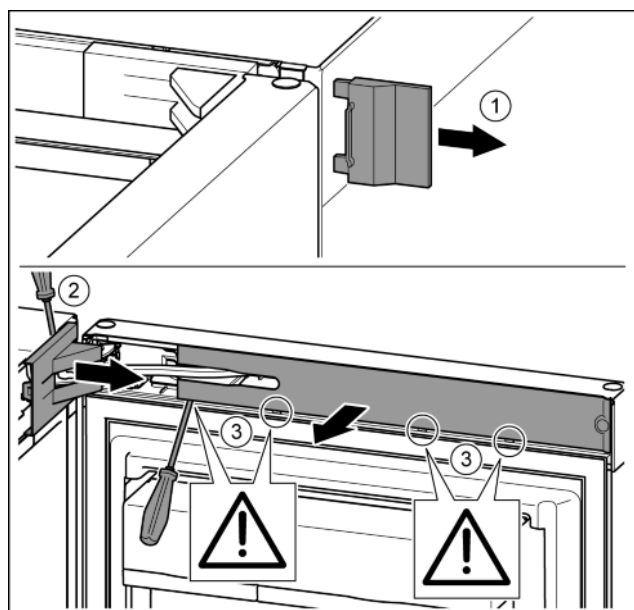

Fig. 11
- ▶ Zdjąć zewnętrzną osłonę. Fig. 11 (1)
- ▶ Przy pomocy śrubokręta wyczepić i poluzować osłonę płytki zawiasu. Zdjąć osłonę płytki zawiasu. Fig. 11 (2)
- ▶ Przy pomocy śrubokręta wyczepić zaślepkę i odchylić w bok. Fig. 11 (3)